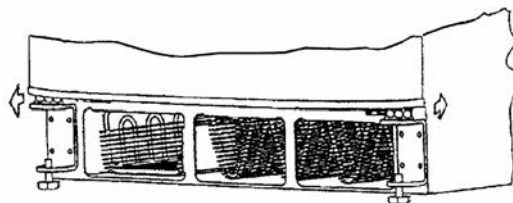

Рис. 3
- Перед монтажом плинтуса выньте фиксаторы дверей, установленные на время транспортировки (см. рис. 3).